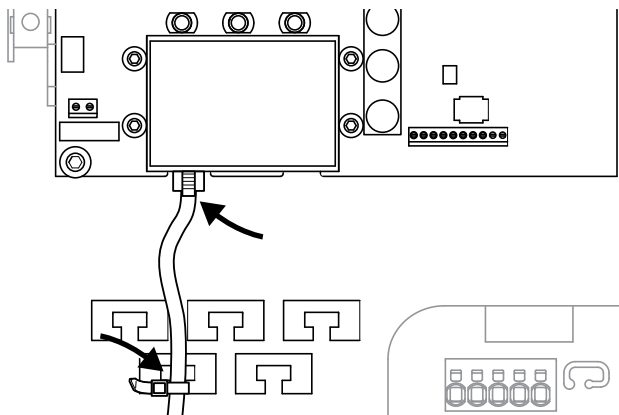

Fig. 41: Fijación del cable en el soporte de cable
1. Fijar todos los cables con una brida para cables al soporte de cable conforme a la normativa.  **Fig. 41**